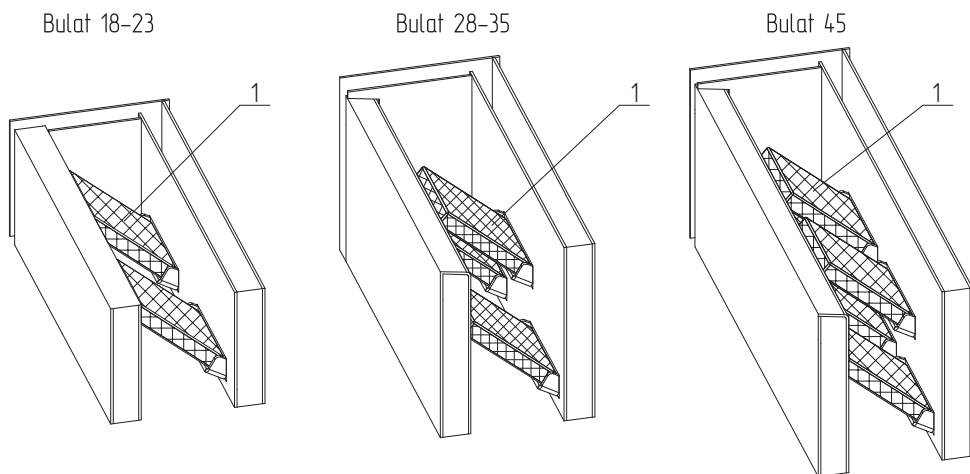

Рис.4 Схема установки шамотных кирпичей
- Установите шамотные кирпичи (**Рис.4, поз.1**) так, чтобы один край кирпича лежал на скобе, а второй опирался на противоположную стенку котла (количество и габариты шамотных кирпичей для каждой модели котла указаны в **Таб.2**);